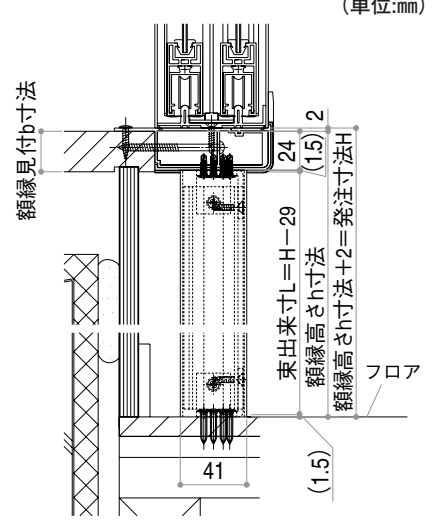

図1
- ① 図1のように額縁高さ(h寸法)を3箇所測り、その最大寸法で発注してください。